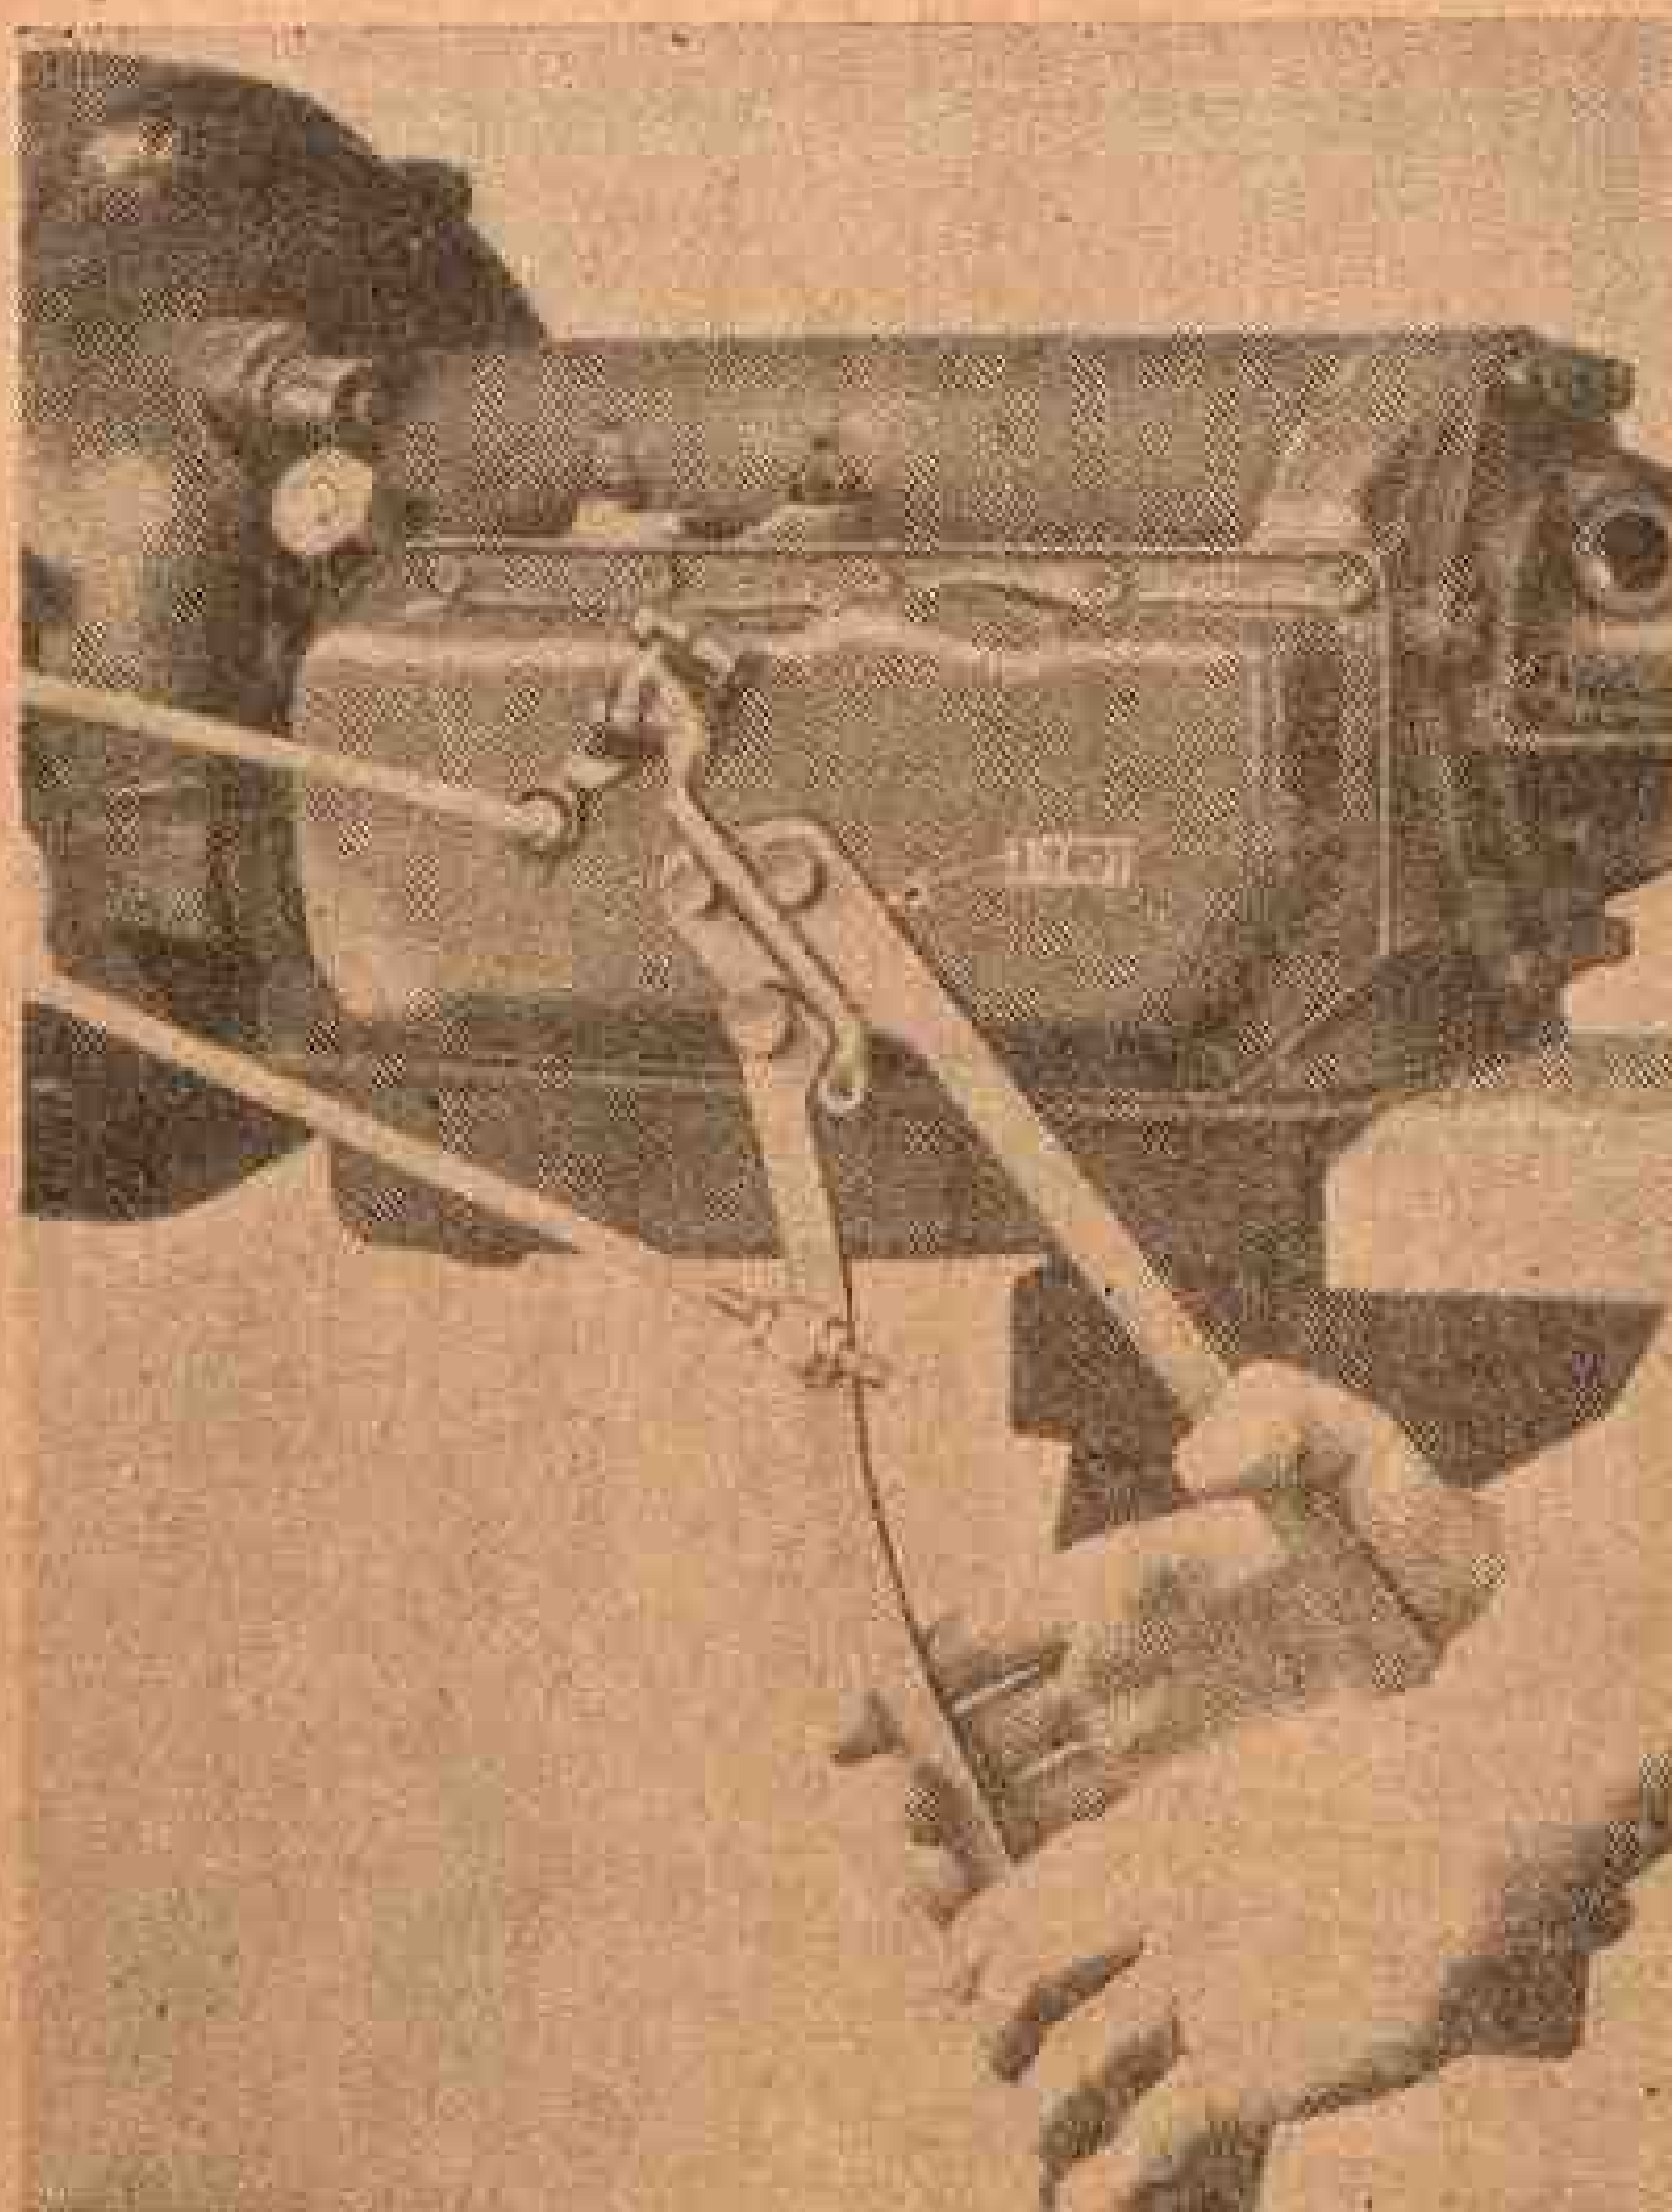

Fig. 315 — Dobrando a alavanca externa.
- c) Se o calibrador não passar sobre o pino livremente, encurva-se por meio da ferramenta J-2807 (fig. 315).